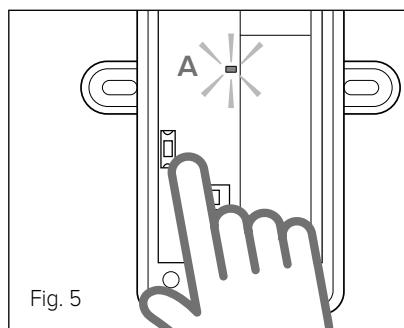

Fig. 5
- Pressionar a tecla na placa da sonda externa até que o LED vermelho A se acenda durante cerca de 2 segundos (Fig. 5).